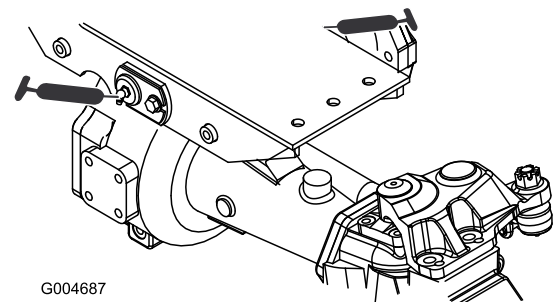

Bild 75
- Zwei Drehbüchsen an der Vorder- und Hinterachse (**Bild 75**)